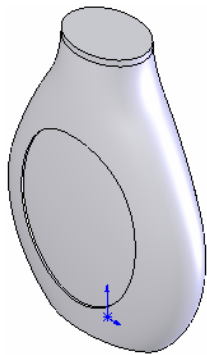

图 5-177 拉伸切除后的图形
⑧ 设置视图方向。单击“标准视图”工具栏中的“等轴测”图标，将视图以等轴测方向显示，结果如图 5-177 所示。